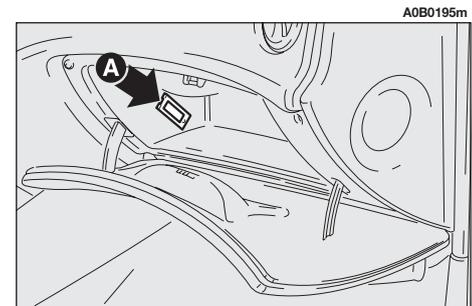

Abb. 60
- Den Beleuchtungskörper durch Druck mit dem Schraubenzieher auf die Zunge (**A, Abb. 60**) herausnehmen.